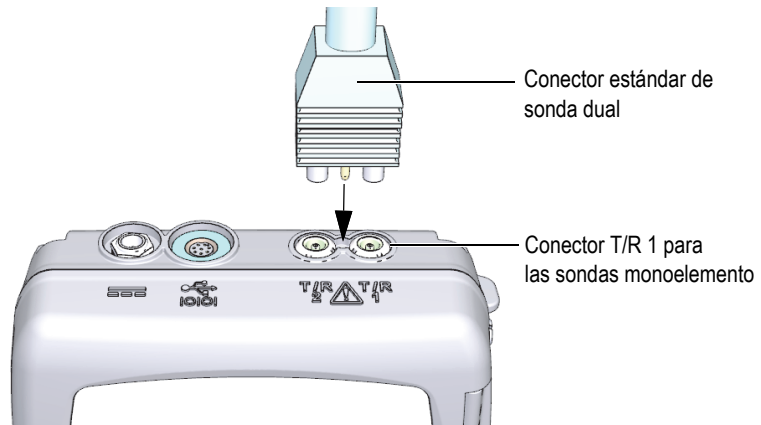

Figura 5-1 Instalación de la sonda
1. Instale la sonda en el(los) conector(es) dedicado(s) a este instrumento, el (los) cual(es) se encuentran en la parte superior de la carcasa del 39DL PLUS (ver Figura 5-1 en la página 84). Utilice el conector T/R 1 para las sondas monoelemento.